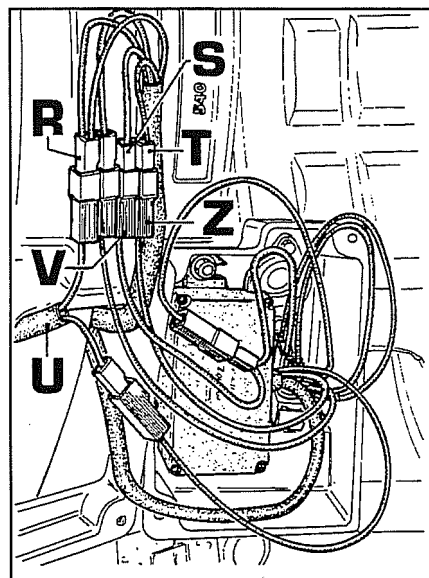

Fig. 48
5. Para efectuar a exclusão é necessário retirar a caixa de suporte reóstatos/central montada no guarda-lamas direito, e volta-la de cabeça para baixo como ilustrado na fig. 48.
7. Desligar os cabos **R-S-T** fig.48 da cablagem da máquina, tomando nota da ligação à cablagem central através das cores. A sua acoplagem é a seguinte:
8. Ligar os cabos da cablagem da máquina **R-S-T** (fig.48) ao interruptor levanta/baixa respeitando a seguinte acoplagem: